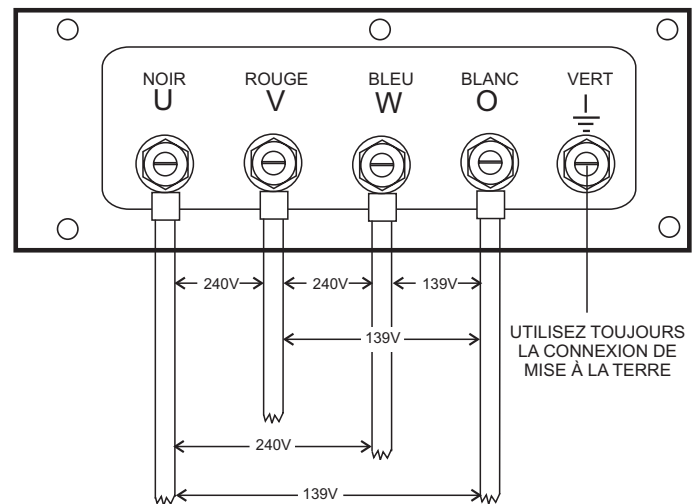

Figure 21. Attaches de la Borne de Sortie Connexions 3Ø-240/139V
- Connectez les câbles de charge aux **attaches de la borne de sortie** comme l'illustre la Figure 21.